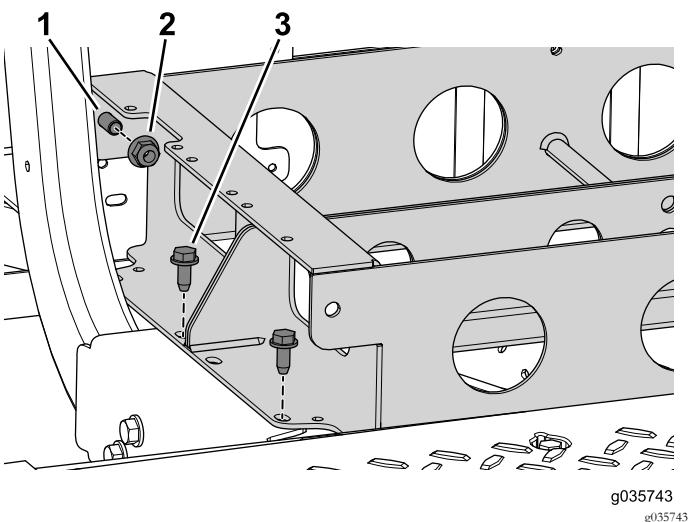

Рисунок 60
- Выверните 4 болта, которые крепят поддон аккумуляторных батарей к автомобилю (Рисунок 60).
- Отверните две фланцевые гайки, не удаляя при этом два болта, которые соединяют передний и задний поддоны аккумуляторных батарей (Рисунок 60).